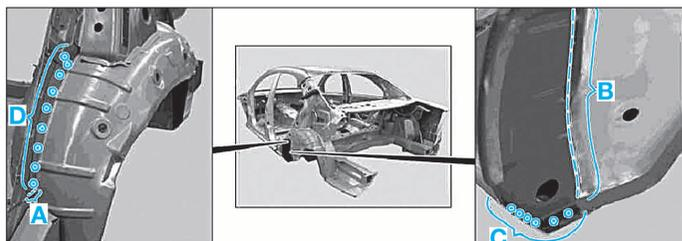

FIG. 87
- Découper l'extérieur du passage de roue zone (A) et (B) (Fig.87).
- Fraiser les points de soudure (C) et (D) (Fig.87), (E), (F), (G) et (H) (Fig.88).